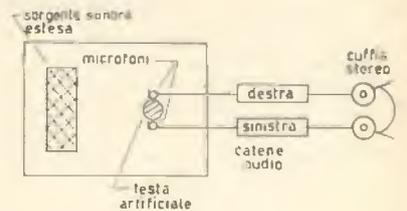

figura 2
Per cercare di ovviare a questo inconveniente fu ideato il sistema stereofonico. Esso, agli inizi, fu concepito secondo il principio di « riportare gli orecchi dell'ascoltatore nella sala di incisione ». Infatti (vedi figura 2) due microfoni, applicati ai lati di una testa artificiale, aventi caratteristiche direzionali simili a quella di un orecchio normale, sono collegati a due catene, che terminano nei due auricolari di una cuffia. La testa artificiale serve a simulare l'effetto diffrangente e schermante che ha il capo per le orecchie, e che accentua perciò le differenze, essenziali nel processo di localizzazione della direzione da cui proviene un suono, tra le onde sonore ricevute dall'uno e dall'altro orecchio. Il sistema è senz'altro, almeno concettualmente, fra i migliori finora praticamente realizzati, ma ha anch'esso le proprie limitazioni. Innanzitutto (2) la localizzazione della direzione di provenienza di un suono avviene anche per mezzo di movimenti del capo, che non possono ovviamente essere simulati o eseguiti dal sistema. Poi l'ascolto può avvenire solo in cuffia e, a parte la limitazione in sé, il solo fatto di portare una cuffia può già arrecare all'ascoltatore un'impressione di « artificialità ».
Non si tende dunque nella stereofonia a ricreare il suono intenso come fenomeno fisico (ciò che invece era il sistema della figura 2) , ma si tende a ricreare la medesima sensazione uditiva, o un'altra analoga ed egualmente verisimile, il che, per fortuna, è molto semplice. Il fatto che sensazione uditiva e fenomeno fisico siano indipendenti, a tal punto che una medesima sensazione uditiva possa essere provocata da due suoni anche molto diversi tra loro come fenomeno fisico, ci aiuta notevolmente. Ma di questo parleremo quando esamineremo il problema delle distorsioni di fase.